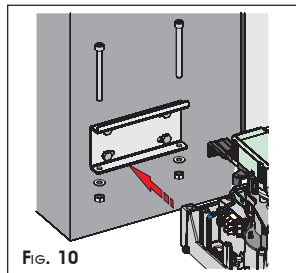

Fig. 10
④ Plaats de aandrijving met de twee bijgeleverde schroeven M8x100 en de bijbehorende moeren op de zoiest bevestigde beugel (Fig.10).
⑤ Zet de aandrijving op handmatige werking, zie paragraaf 7.